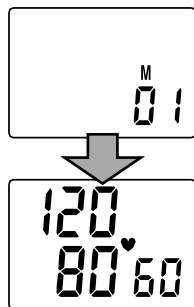

Рис.5
3. Просмотреть содержимое памяти прибора Вы можете, нажав кнопку М. При первом нажатии кнопки М на экране появится среднее значение трех последних показаний, хранящихся в памяти прибора с индексом «А». При повторном нажатии кнопки М на экране кратковременно отобразится индекс «1» (номер ячейки памяти), после чего появится результат последнего измерения (рис. 5). При каждом последующем нажатии на кнопку М, индекс номера ячейки памяти будет увеличиваться на единицу с последующим отображением на дисплее содержимого указанной ячейки памяти.